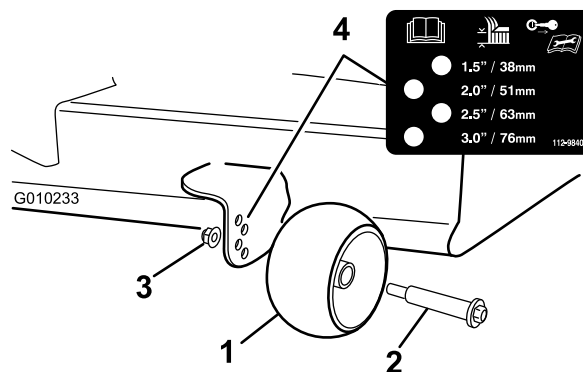

Рисунок 30
- Установите защитные валики (Рисунок 30) в отверстия, соответствующие ближайшему положению высоты скашивания.